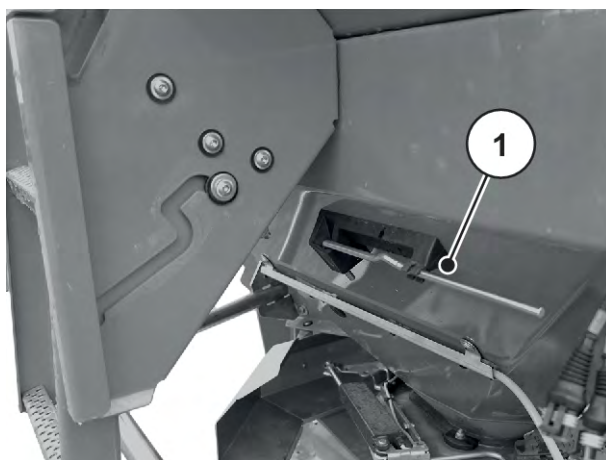

Fig. 36: Inställningsspakens läge AXIS xx.2
- ▶ Lägg återigen inställningsspaken i den därför avsedda hållaren. Se *Fig. 36 Inställningsspakens läge AXIS xx.2*